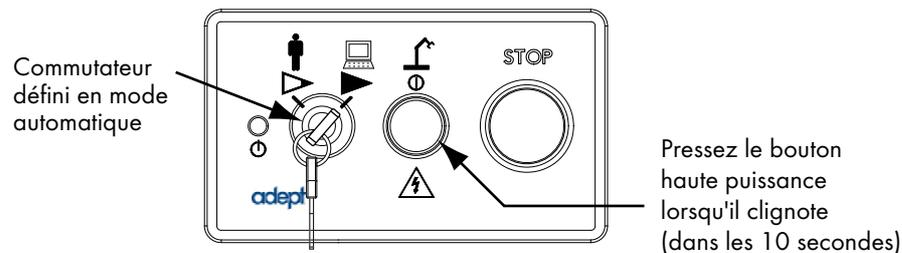

Figure 6.15 : bouton haute puissance sur le pupitre opérateur
4. Vérifiez que le commutateur de mode « Auto/Manual » situé sur le pupitre opérateur est défini en **mode automatique** (voir la figure 6.15, page 95).
4. Puis le Wizard vous invite à presser le bouton clignotant **haute puissance** situé sur le pupitre opérateur (voir la figure 6.15).
Le pupitre opérateur est montré à la figure 6.15, page 95.